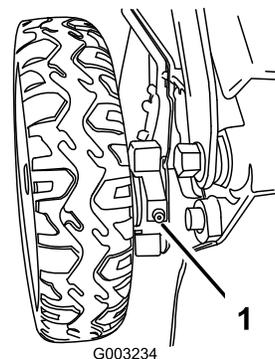

Figure 34
- Essuyez les graisseurs situés juste à l'intérieur des roues arrière avec un chiffon propre (Figure 34).